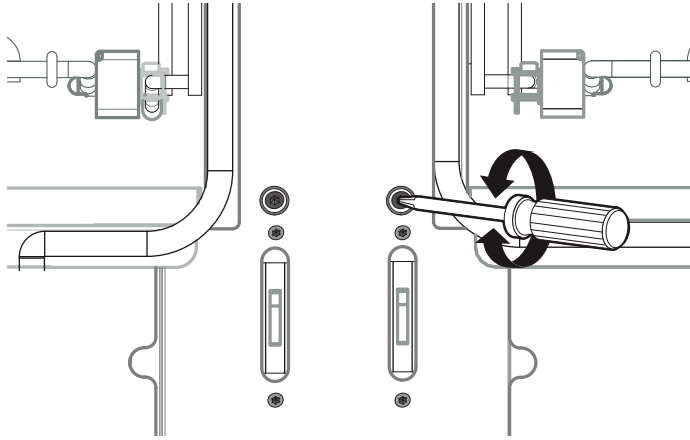

Figure 11 : Vis d'ajustement des charnières
4. Si la porte ou la poignée semble légèrement inclinée d'un côté ou de l'autre, vous pouvez ajuster l'inclinaison en vissant ou dévissant à l'aide d'un grand tournevis Torx T-20 la vis Torx de la charnière, située directement au-dessus de la fente de la charnière. Tournez la vis jusqu'à ce que la porte soit correctement alignée (Figure 11).